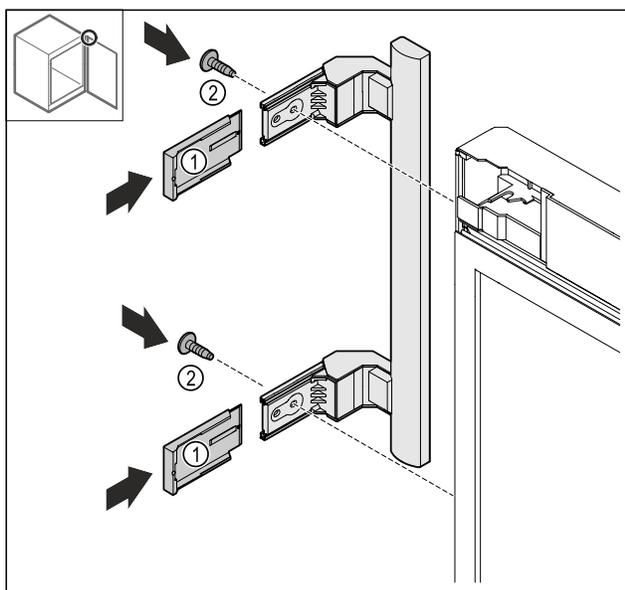

Fig. 25
- ▶ Pousser les caches Fig. 25 (1).